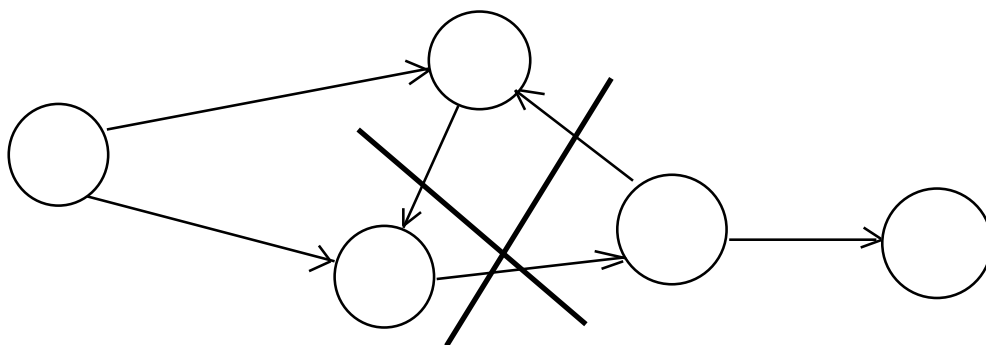

Рисунок 2 – Недопустимість циклів
- не повинно бути циклів (рис. 2).